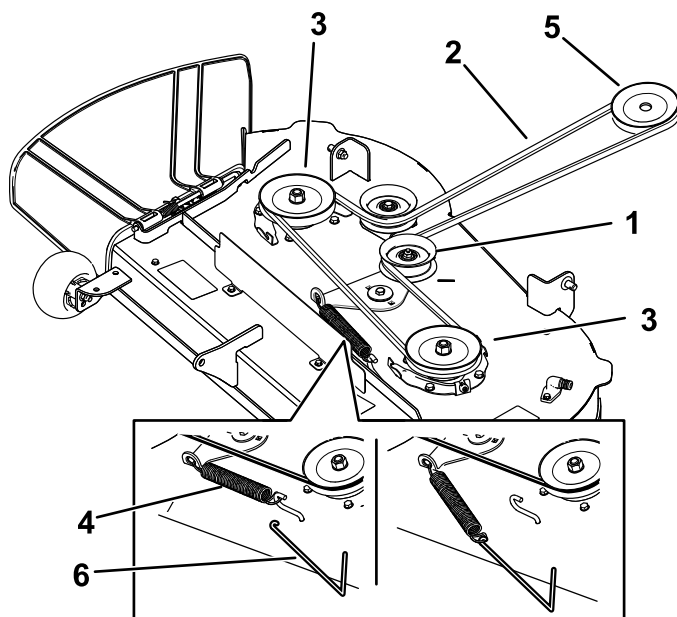

Figura 49
5. Usando una herramienta para la retirada de muelles (Pieza Toro N° 92-5771), retire el muelle tensor del gancho de la carcasa para eliminar la tensión de la polea tensora, y retire la correa de las poleas (Figura 49).
6. Pase la correa nueva alrededor de las poleas del motor y del cortacésped (Figura 49).
7. Usando una herramienta para la retirada de muelles (Pieza Toro N° 92-5771), instale el muelle tensor sobre el gancho de la carcasa y tense la polea tensora y la correa (Figura 49).